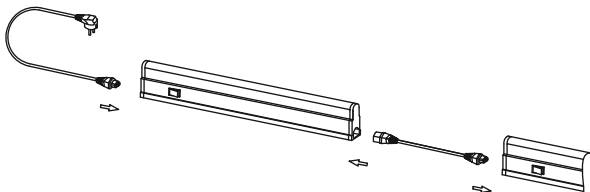

Рисунок 3
5.3 Конструкцией светильника предусмотрено шлейфовое соединение до десяти светильников в ряд (рисунок 3).